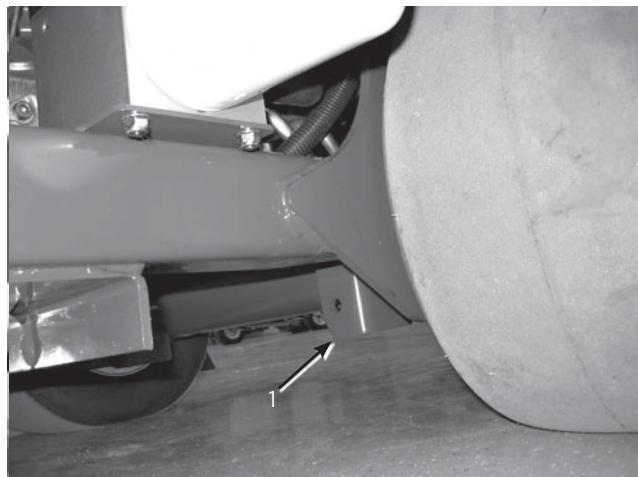

図41
2. 後ホイールのすぐ内側にあるフレーム・プレートの下(図41)にジャッキを置く。